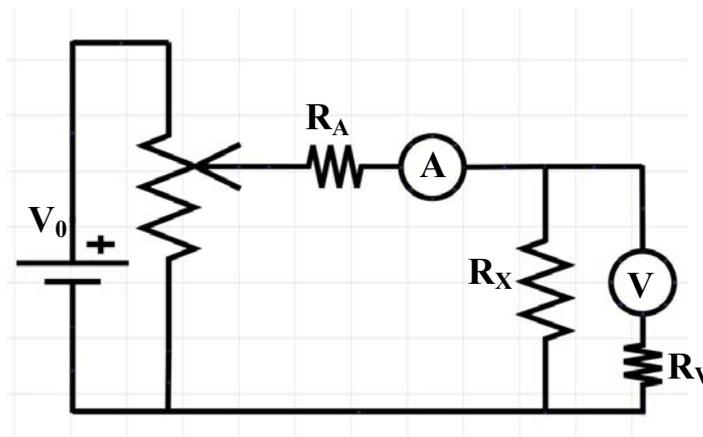
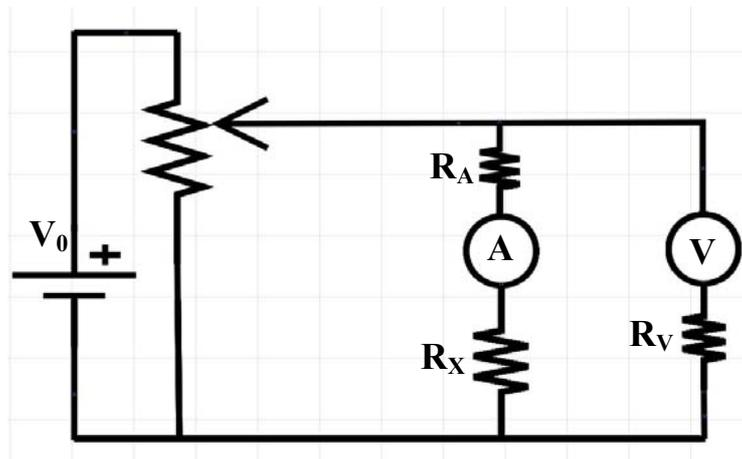

Fig. 3. Circuito con amperometro a monte del voltmetro
Fig. 4 Circuito con amperometro a valle del voltmetro
Per la misura di una resistenza  $R_X$ , usando un voltmetro ed un amperometro, si possono costruire due circuiti, con l'amperometro a monte (fig. 3) o a valle (fig. 4) del voltmetro. In entrambi i casi gli strumenti perturbano la misura introducendo un errore sistematico. Se le resistenze degli strumenti fossero trascurabili (nulla quella dell'amperometro e infinita quella del voltmetro), si avrebbe semplicemente che la resistenza misurata  $R_M = V/I_A$  coincide con quella incognita  $R_X$ .
Nel circuito di fig. 3 la tensione misurata dal voltmetro coincide con la differenza di potenziale ai
Nel circuito di fig. 4 invece la corrente misurata dall'amperometro è quella che circola nella resistenza  $R_X$  ma la differenza di potenziale misurata dal voltmetro include anche la caduta di tensione ai capi dell'amperometro:  $V = I_A (R_X + R_A)$ . La resistenza misurata sarà:
- Nel caso  $R_X < \sqrt{R_A R_V}$  (resistenza incognita piccola) si sceglierà il circuito di fig. 3 (amperometro a monte del voltmetro).
- Se invece  $R_X > \sqrt{R_A R_V}$  (resistenza incognita grande) si dovrà scegliere il circuito di fig. 4 (amperometro a valle del voltmetro).